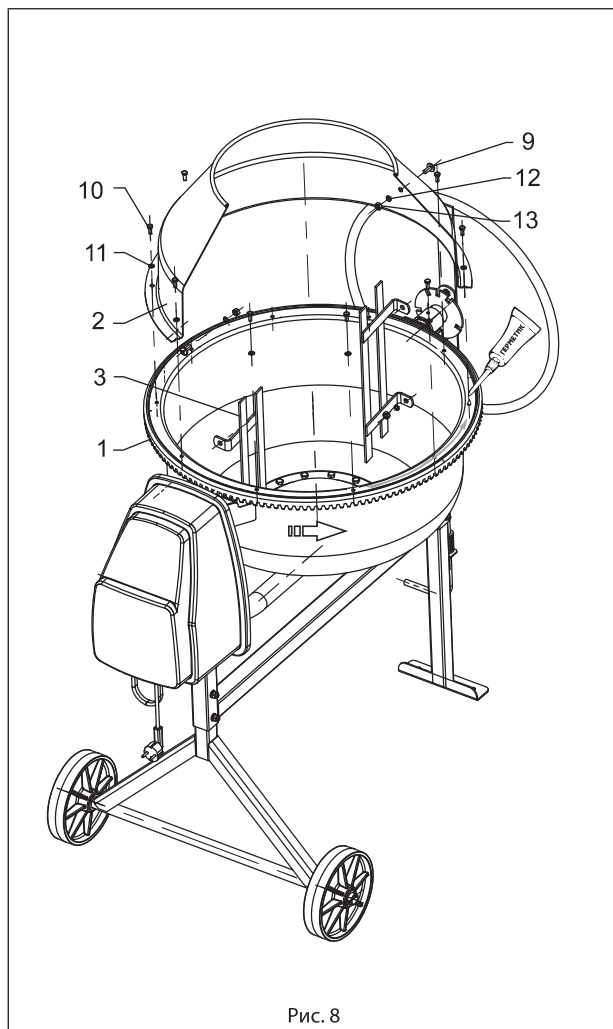

Рис. 8
5. По боковой поверхности фланца дна, вдоль окружности, выверните болты М6 с шайбами поз. 10 и поз. 11 (рис. 8), которые крепят зубчатый венец поз. 1 к смесительному барабану. На боковой поверхности фланца дна, по окружности, ровным слоем нанесите слой герметика (рис. 8). На дно сверху установите воронку поз. 2, совместите отверстия и наживите болты с шайбами обратно, дополнительно используя аналогичный крепеж из ЗИП-пакета. При сборке крышки и дна бочки необходимо сопоставить боковые отверстия дна и крышки бочки для крепления лопастей поз. 3 вертикально. Закрепите на них лопасти, размещая их внутри, как показано на рис. 8. Отличие по креплению лопастей будет в модели БСЕ-120. Там лопасть крепится в отверстие на дне смесительного барабана и отверстия на воронке.
Лопасты крепятся винтами М8×20 поз. 9, которые вставляются в отверстия снаружи смесительного барабана, а изнутри поставьте пружинную шайбу поз. 12 и закрутите гайку М8 поз. 13. Затем протяните все болты и гайки, скрепляя между собой воронку, дно и зубчатый венец. Излишки герметика уберите тряпкой. Барабан смесительный при работе вращается против часовой стрелки, если смотреть на него со стороны загрузочного отверстия (по стрелке на рис. 8).